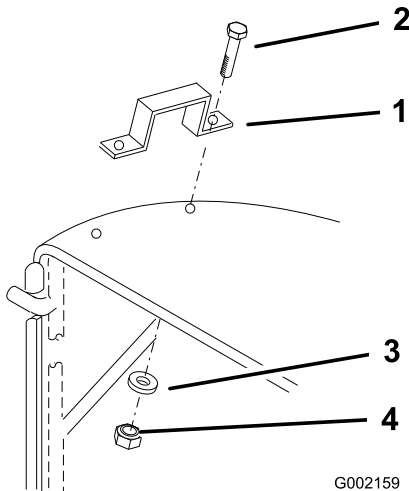

Bild 6
5. Stecken Sie beiden Schrauben (1/4" x 1") von außen durch jeden Griff und das Gewebe und befestigen Sie diese mit vier Unterlegscheiben (1/4") und Sicherungsmuttern (1/4"), wie in Bild 6 dargestellt.